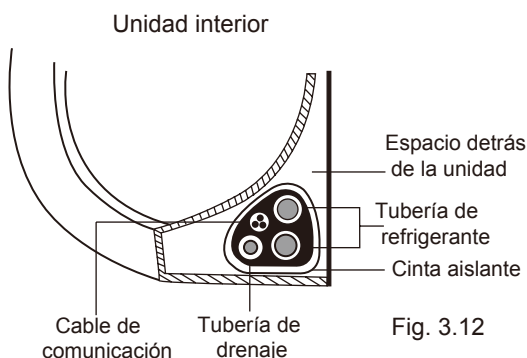

Fig. 3.12
1. Una la tubería de drenaje, la tubería de refrigerante y el cable de comunicación como se muestra en la **Fig. 3.12**.
3. Use cinta adhesiva, envuelva bien apretado en un solo conjunto el cable de comunicación, las tuberías de refrigerante y la manguera de drenaje. Compruebe dos veces que todos los elementos hayan quedado bien unidos como se muestra en la **Fig. 3.12**.